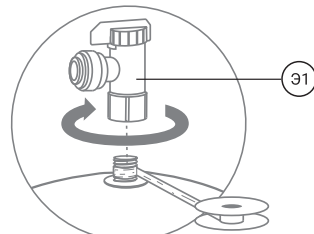

Рис. 20
4. Уплотните фум-лентой резьбовой штуцер накопительного бака, плотно накрутите вентиль (Э1) на резьбовой штуцер (рис. 20). Данный вентиль с цанговым подключением трубки.